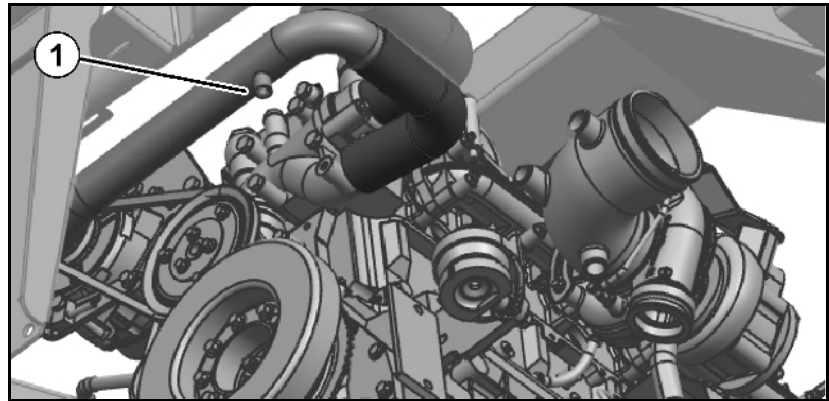

Fig. 167
1. Løsn vingemøtrikken på filteraddækningen (Fig. 167/1).
2. Tag filterafdækningen af og træk det yder filterelement (Fig. 167/2) ud.
6. Udskift det indvendige filterelement (Fig. 167/3) (må aldrig renses).
- o Løsn sekskantmøtrikken (Fig. 167/4), og træk det indvendige filterelement ud.